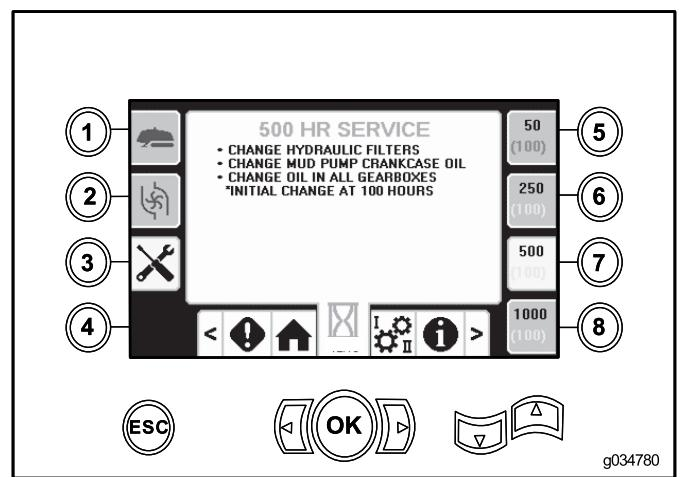

Bild 53
- Taste 7: 500 Stunden (**Bild 53**)